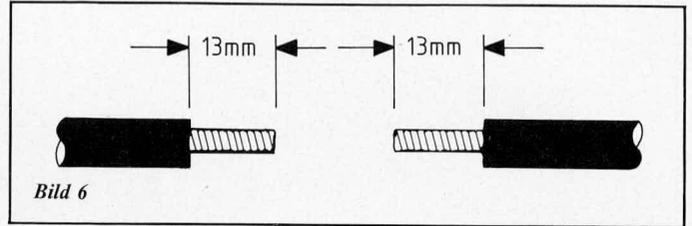

Bild 6
5. Tachometerseele auf 13 mm Überstandsmaß kürzen (Bild 6).